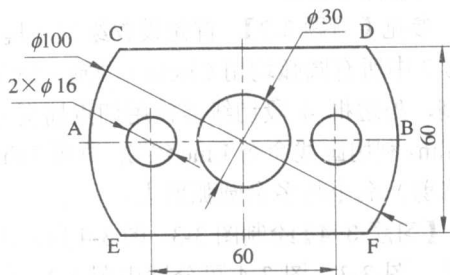
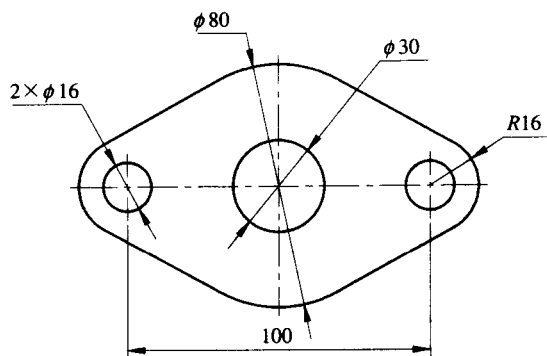
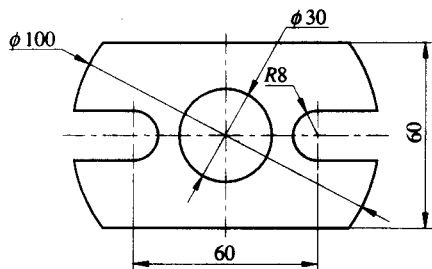
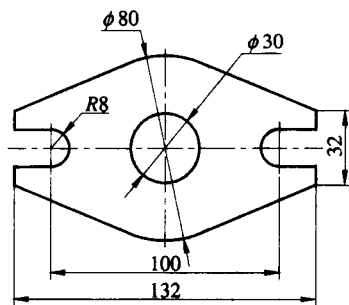

图 3-1 常见的底板类型 1
图 3-2 常见的底板类型 2
图 3-3 常见的底板类型 3
图 3-4 常见的底板类型 4
【习题 3-2】绘制图 3-1 所示的图形。
1) 用 Limits 命令设置图幅。图 3-1 所示图形总长 100，总宽 60，还要预留出标注尺寸的空间，图幅可设为 150，100，作图过程如下：
【习题 3-3】绘制图 3-2 所示的图形。
参见【习题 3-2】, 首先设置绘图环境, 图 3-2 中所有圆弧均用 Circle (画圆) 命令绘制, 外边框 4 段切线需使用切点捕捉方式 Tan, 利用画线命令 Line 绘制, 再用 Trim (修剪) 命令将多余圆弧剪去。
【习题 3-4】绘制图 3-3、图 3-4 所示的图形。图 3-3、图 3-4 可分别由图 3-1、图 3-2 编辑生成。